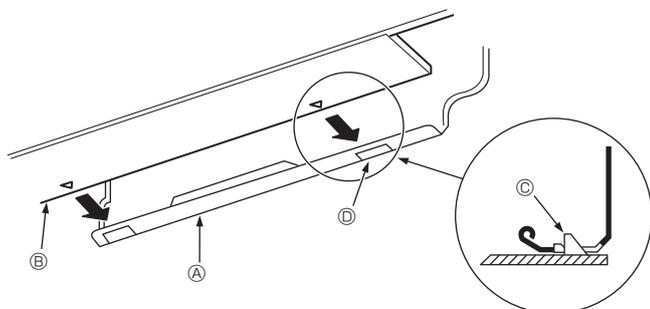

Fig. 3-15
3. Hæng den øverste del af indendørsenheden på monteringspladen ① mens kølerørene og drænslangen føres ind i hullet i væggen (gennemgangsmuffen).
5. Fastgør den ved at trykke den nederste del af indendørsenheden fast på monteringspladen ①. (Fig. 3-15)
- * Kontrollér, at grebene i bunden af indendørsenheden sidder sikkert fast i monteringspladen ①.
- ① Monteringsplade
- ② Indendørsenhed
- ③ Krog
- ④ Firkanthul